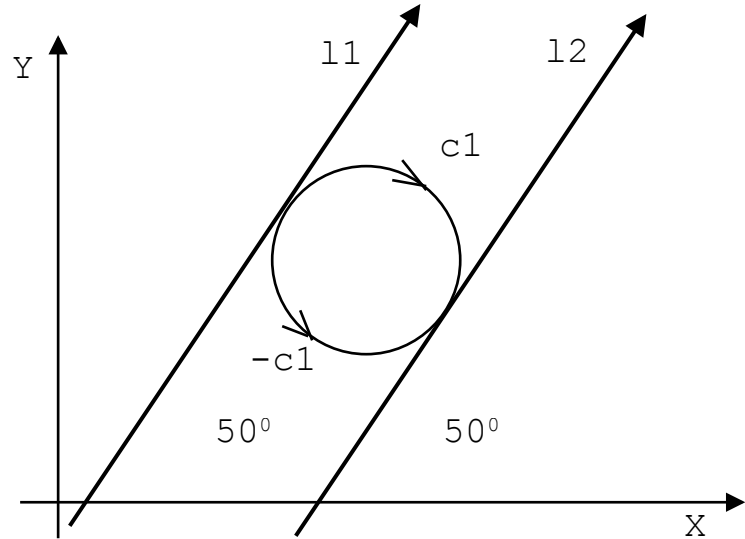

Рисунок 2.75
- прямая, касательная к одной окружности и образующая угол с осью абсциссы (рисунок 2.75):